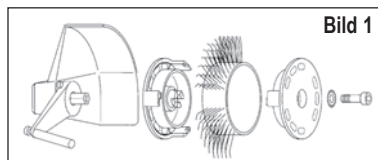
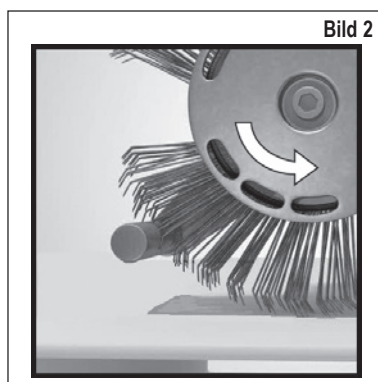

Bild 1
Bild 2
3. Avbryt tryckluftsförsörjningen och fäst sedan **MBX®** Bristle Blaster® blästerverktyget 23 mm resp. 11 mm på föreskrivet sätt i verktygsfästet (beakta avsedd löppriktning) med den här för avsedda solfjäderbrickan och skruven på elverket. Se bild 1 och bild 2.
- Roterar **MBX**® blästerverktyget åt fel håll? – Vänd på blästerverktyget så att det roterar åt föreskrivet håll (se kapitel 7, Ta verktyget i drift, bild 2).